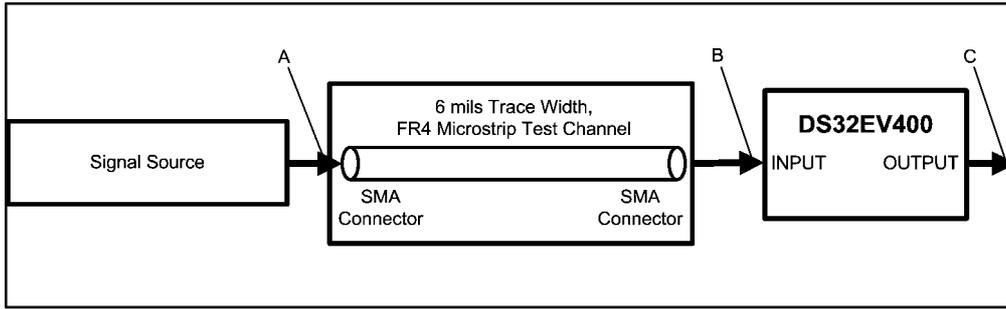

FIGURE 1. Test Setup Diagram
Note 6: 確定的ジッタ (DJ) は、差動出力ピン (Figure 1 のポイント C) での測定値から、テスト・チャネル (Figure 1 のポイント A) の前の確定的ジッタ (DJ) を引き算した値になります。ランダム・ジッタは、平均化または同様の手段を使って削除します。
Note 8: イコライザによるランダム・ジッタは、 $\sqrt{(J_{OUT})^2 - J_{IN}^2}$ と定義されます。 J_{OUT} は、ps 単位でのイコライザ出力におけるランダム・ジッタの rms 値 (Figure 1 のポイント C を参照) で、 J_{IN} は、ps 単位でのイコライザ入力におけるランダム・ジッタの rms 値 (Figure 1 を参照) です。